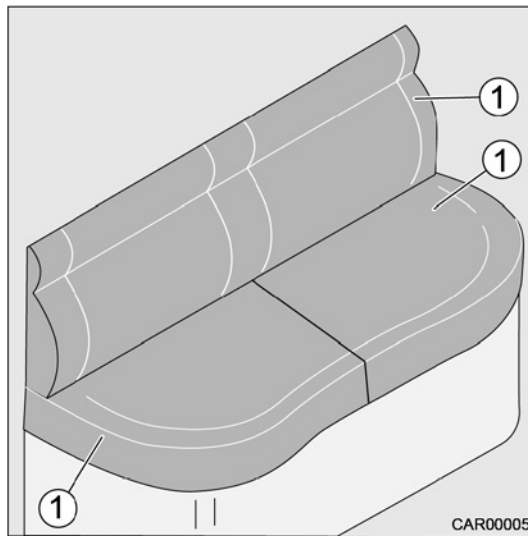

Fig. 27 Transformation du 5e siège
1. Retirer tous les coussins (Fig. 27/1).